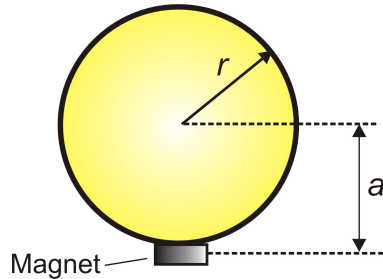

Abbildung 9
- (M3) Bestimmen Sie  $J_3$  aus Pendelschwingungen. Hängen Sie dazu einen Magneten an den Umfang des Kreisels wie in Abb. 9. Für nicht zu große Auslenkungen messen Sie die Schwingungsdauer  $T$  für 3 Perioden (Mittelwert  $\bar{T}$  aus 6 Messungen).